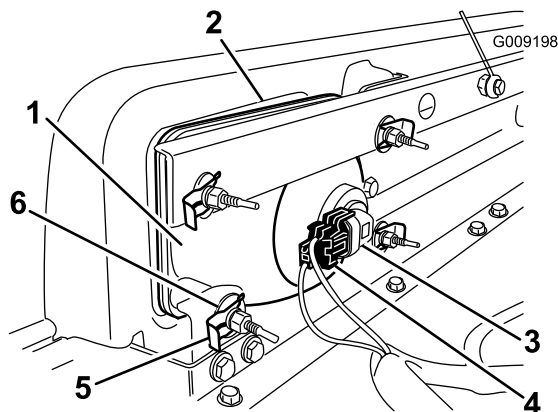

Figure 40
1. Débranchez le connecteur électrique de faisceau du connecteur de l'ensemble lampe (Figure 40).
2. Déposez les clips rapides et les rondelles qui fixent le phare à son support (Figure 40).
3. Sortez le phare en le déplaçant vers l'avant à travers l'ouverture dans le pare-chocs avant (Figure 40).
4. Montez le phare neuf à travers l'ouverture dans le pare-chocs (Figure 40). Veillez à bien aligner les ergots sur les trous dans le support de montage derrière le pare-chocs.
6. Branchez le connecteur électrique de faisceau au connecteur de l'ensemble lampe (Figure 40).